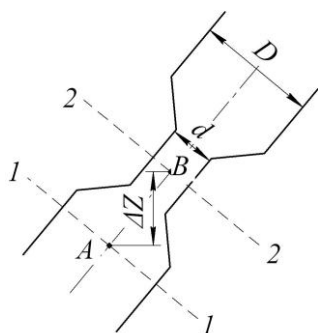

Рис. 1. К задаче 1
1. Трубчатый водомер (рис. 1) наклонен таким образом, что разница между отметками Z_1, Z_2 сечений 1-1 и 2-2 составляет ΔZ . Определить: а) расход воды Q , если диаметры $D = 100$ мм, $d = 50$ мм; разница давлений в сечениях: $p_1 - p_2 = 40$ кПа; $\Delta Z = 1$ м; б) разницу давлений, если $D = 125$ мм, $d = 75$ мм, $Q = 25$ л, $\Delta Z = 2$ м.